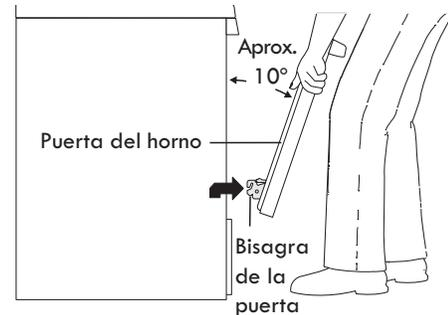
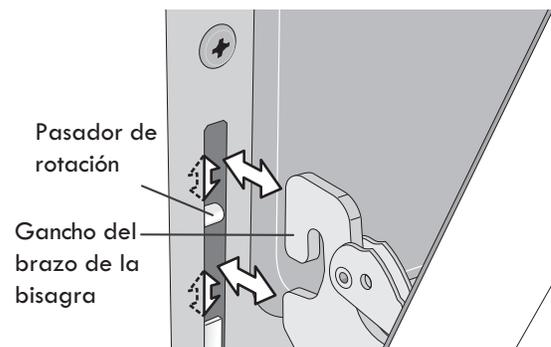

Figura 18: cómo sujetar la puerta para su extracción
Figura 19: ubicación del brazo de la bisagra y el pasador de rotación
3. Sostenga firmemente ambos lados de la puerta del horno en sus costados. No levante la puerta del horno por la manija (vea la figura 18).
5. Levante los brazos de las bisagras de la puerta sobre los pasadores de rotación ubicados a cada lado del marco del horno (vea la figura 18).
1. Sostenga firmemente ambos lados de la puerta del horno en sus costados. No levante la puerta del horno por la manija (vea la figura 18).
2. Sosteniendo la puerta en el mismo ángulo de extracción (vea la figura 18), coloque el gancho del brazo de la bisagra sobre los pasadores de rotación ubicados a cada lado del marco de la puerta (vea la figura 19). El gancho de los brazos de las bisagras debe estar completamente asentado sobre los pasadores de rotación.